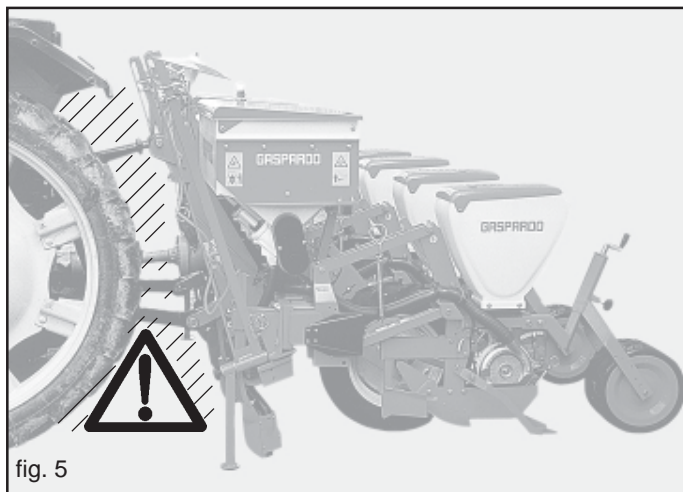

fig. 5
- 25) Es absolutamente prohibido colocarse entre el tractor y el gancho para mover el mando de elevación, desde el exterior. (Fig. 5).
- 26) Es absolutamente prohibido colocarse entre el tractor y el equipo (Fig. 5) mientras el motor esté encendido, el cardán insertado. Es posible interponerse solo después de haber accionado el freno de estacionamiento y haber introducido, debajo de las ruedas, un cepo o una piedra que bloquee adecuadamente.